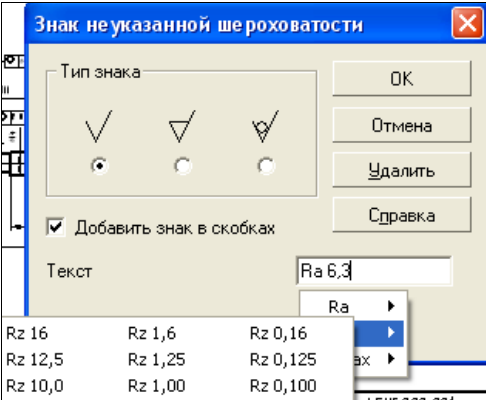

Рис. 13.8. Диалоговое окно **Знак неуказанной шероховатости** с раскрытым пользовательским меню
- ◆ из Строки меню вызовите команду **Вставка ► Неуказанная шероховатость ► Ввод**. Система выведет на экран диалоговое окно **Знак неуказанной шероховатости** (рис. 13.8). Его элементы управления рассмотрены в табл. 13.1;